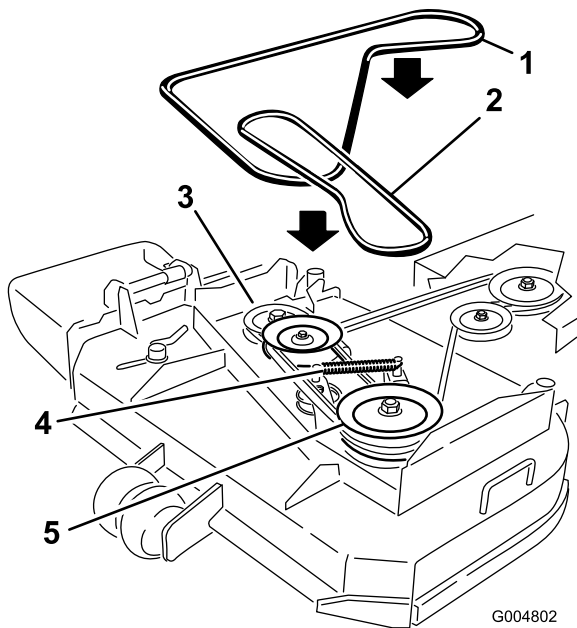

Bild 44
6. Haken Sie die Spannscheibenarmfeder aus, um die Feder am Spannscheibenarm und der Spannscheibe zu entspannen. Entfernen Sie dann den abgenutzten Mähwerkriemen (Bild 44).
7. Verlegen Sie den neuen Mähwerkriemen um die zwei äußeren Spindelriemenscheiben, die Spannscheibe und in der unteren Rille der Doppelspindel-Riemenscheibe (Bild 44).
8. Befestigen Sie die Feder des Spannscheibenarms (Bild 44).
10. Stellen Sie die Riemenführung auf einen Abstand von 3 mm zum Riemen ein (Bild 44).